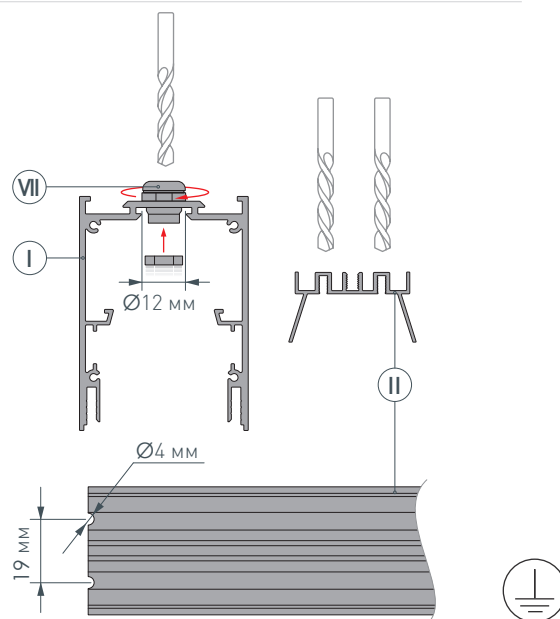

Рис. 1. Подготовка отверстий для вывода кабелей на основании для светодиодной ленты II. Вид сверху
- 1** / Просверлите отверстие $\varnothing 12$ мм в профиле I для вывода сетевого кабеля, а также для установки клемм заземления профиля и блока питания. Затем просверлите два отверстия $\varnothing 4$ мм в основании для ленты II для вывода кабеля питания светодиодной ленты, как показано на рис. 1. **Установите клеммы заземления профиля и блока питания.** Установите и зафиксируйте в профиле I, в отверстии для сетевого кабеля медную муфту VII.